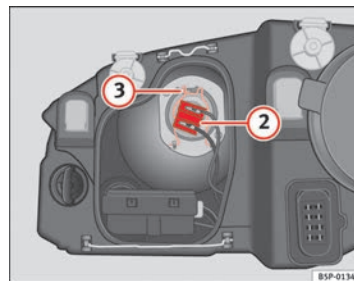

Fig. 167 Médios
- Retirar o conector ⇒ página 267, fig. 167 ② da lâmpada.
- Desengate a mola de fixação ⇒ página 267, fig. 167 ③ pressionado-a para dentro e para a direita.